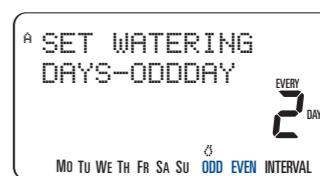

Figura 9: Selezione dell'opzione "Odd/Even" (Giorni pari/dispari)
- Premere il tasto **NEXT** (Avanti) fino a visualizzare "**ODD**" (Dispari) sul display. Per confermare l'esecuzione dell'irrigazione tutti i giorni dispari, premere **ENTER** (Invio). [Vedere la Figura 9]